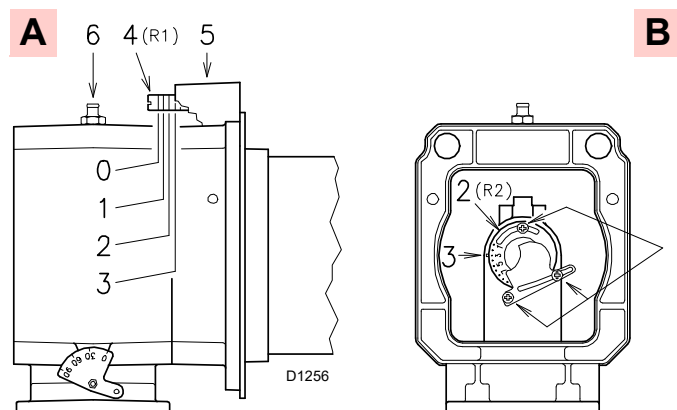
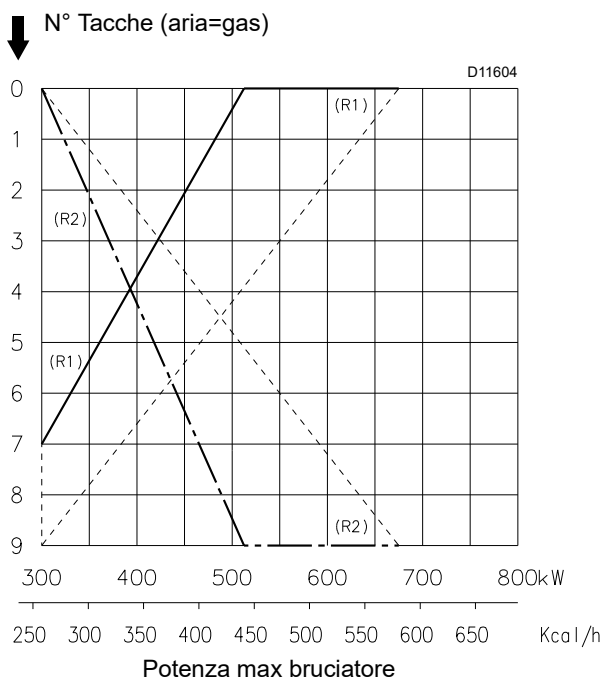

Fig. 13
Fig. 14
A questo punto dell'installazione, boccaglio e manicotto sono fissati alla caldaia come in A)(Fig. 13).
- quella dell'aria R1 (**A**, Fig. 13)
- quella del gas/aria R2 (**B**, Fig. 13)
Trovare nel diagramma (Fig. 14) la tacca alla quale regolare sia aria che gas.
Ruotare la vite 4)(Fig. 13) fino a far collimare la tacca trovata con il piano anteriore 5)(Fig. 13) della flangia.
Per facilitare la regolazione, allentare la vite 6)(Fig. 13), regolare e poi bloccare.
Allentare le 3 viti 1)(Fig. 13) e ruotare la ghiera 2) fino a far collimare la tacca trovata con l'indice 3). Bloccare le 3 viti 1).
Dal diagramma (Fig. 14) risulta che per questa potenzialità le regolazioni sono:
Il diagramma (Fig. 14) indica una regolazione ottimale per una tipologia di caldaie secondo Fig. 3 a pag. 10. Se la pressione del gas lo permette, con la chiusura della ghiera 2)(Fig. 13) si ottengono riduzioni sulla formazione di NOx.